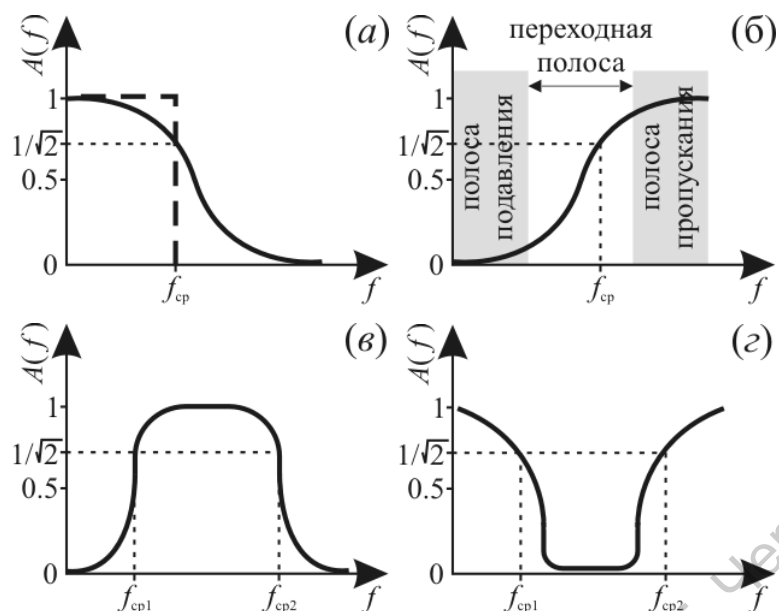

Рис. 1 Схематически показаны АЧХ фильтров: (а) – ФНЧ, (б) – ФВЧ, (в) – ПФ, (г) – РФ.
1. *Фильтр нижних частот* (ФНЧ) – подавляет, преимущественно, гармонические составляющие сигнала с частотами f , превышающими f_{cp} : $f > f_{cp}$ (Рис. 1а).
2. *Фильтр верхних частот (ФВЧ)* – подавляет, преимущественно, гармонические составляющие сигнала с частотами f , меньшими f_{cp} : $f < f_{cp}$ (Рис. 1б).
3. *Полосовой фильтр (ПФ)* – подавляет, преимущественно, гармонические составляющие сигнала с частотами f , где $f < f_{cp1}$ и $f > f_{cp2}$ (Рис. 1в).
4. *Режекторный фильтр (РФ)* – подавляет, преимущественно, гармонические составляющие сигнала с частотами f , где $f_{cp1} < f < f_{cp2}$ (Рис. 1г).
При расчетах обычно стремятся получить фильтр с АЧХ прямоугольной формы (*идеальная (прямоугольная)* АЧХ показана на рис. 1а жирным пунктиром). На практике получение строго прямоугольной характеристики невозможно, удастся лишь приблизиться к таковой (качественный вид АЧХ, типичной для реального устройства, представлен на рис. 1а сплошной линией).
Полоса частот, в которой фильтр должен подавлять сигнал, называют *полосой подавления*; полоса, в которой фильтр не должен изменять сигнал, называется *полосой пропускания*. Интервал вблизи частоты среза часто называют *переходной полосой* (рис. 1б). Например, когда обсуждается близость амплитудной характеристики фильтра к идеальной (прямоугольной), говорят о *крутизне* АЧХ в переходной полосе.